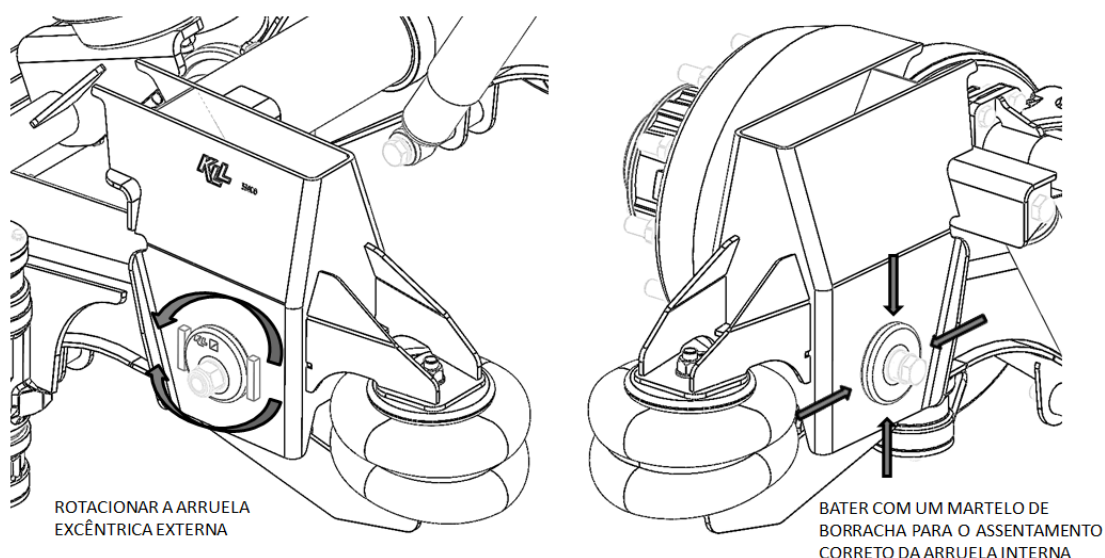

Figura 20: Procedimento de alinhamento do eixo
7. Bata com um martelo de borracha na arruela interna enquanto estiver rotacionando a arruela excêntrica externa, como mostra a figura 20.